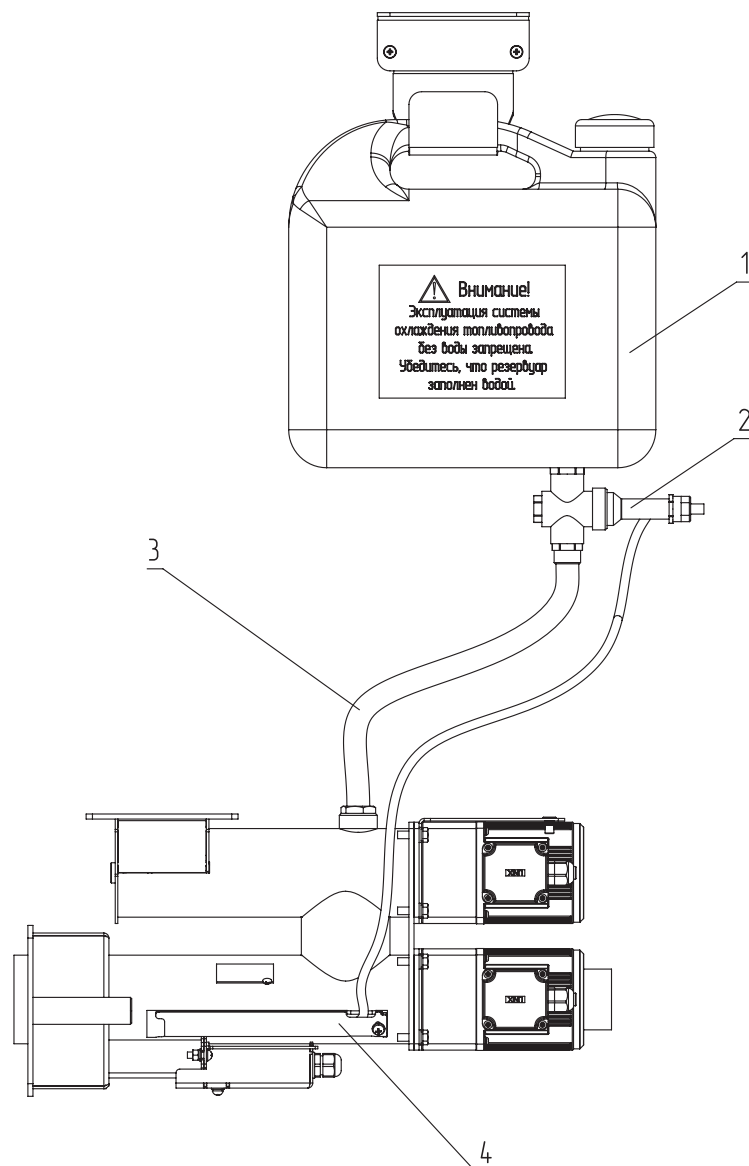

Рис. 3 Система охлаждения топливопровода
- Для обеспечения полной пожарной безопасности для работы на пеллетах обязательно устанавливать систему охлаждения топливопровода (доступно в качестве опции, см. **Рис. 3**). Система охлаждения топливопровода, наполненная водой, является основным элементом защиты котла от протекания топлива в бункер. Следите и поддерживайте полный уровень жидкости в ее емкости;
Внимание! Термобаллон клапана (**Рис. 3, поз. 4**) должен быть зафиксирован в гильзе винтом.